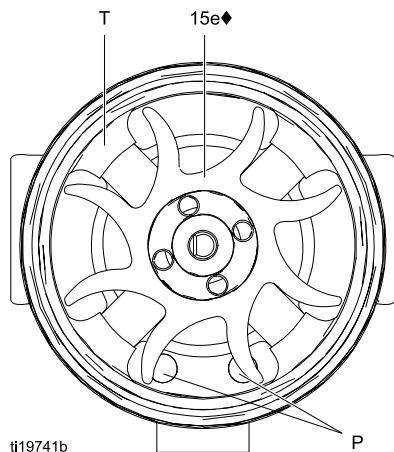
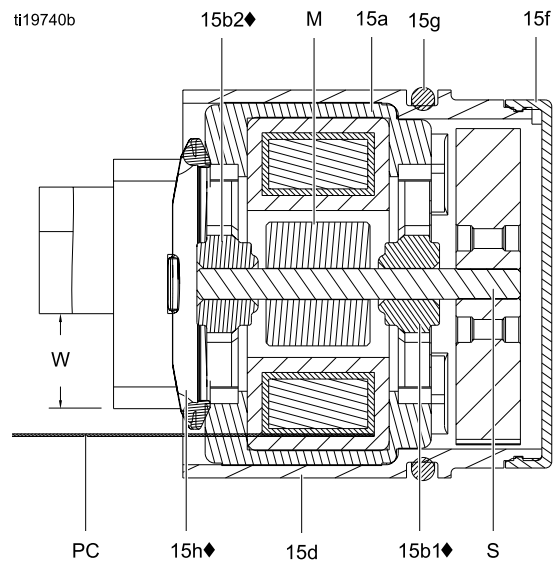

Figure 34 Gebläseausrichtung
Figure 35 Generatorquerschnitt
12. Spuleneinheit (15a) auf Werkbank mit nach oben weisendem Gebläseende ablegen. Gebläse (15e♦) auf langes Teil des Schafts (S) drücken. Gebläseflügel müssen wie abgebildet ausgerichtet sein.
13. Spuleneinheit (15a) vorsichtig in Vorderseite des Gehäuses (15d♦) drücken. 3-poligen Stecker (PC) muss unter breiter Nut (W) der vorstehenden Teile des Gehäuses entsprechend Abb. 35 positioniert werden. Sicherstellen, dass Passtifte (P) der Spule entsprechend Abb. 34 positioniert sind.
14. Gebläse (15e) drehen, bis Flügel die vier vorstehenden Teile der Lager (T) auf Gehäuserückseite nicht länger